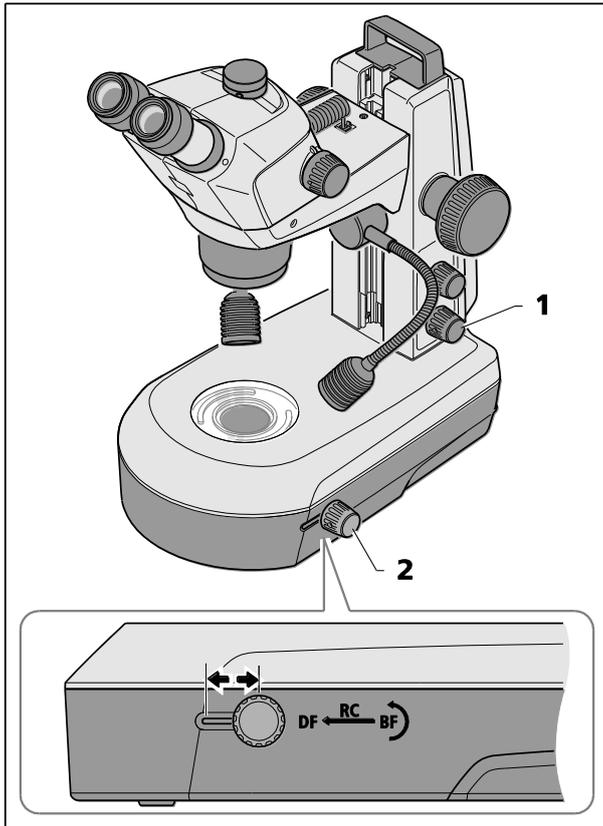

Fig. 26 Unité de lumière transmise dans le statif K LAB
- Allumer la lumière transmise en appuyant sur le bouton du bas (Fig. 26/1).
- Régler le champ lumineux (BF) en poussant le bouton coulissant (Fig. 26/2) en position arrière (BF).
- Tourner le bouton coulissant (Fig. 26/2) pour faire pivoter le miroir clair ou diffus en position ou pour régler l'angle d'inclinaison.
- Changer pour l'éclairage sur fond sombre (DF) en poussant le bouton coulissant (Fig. 26/2) dans sa position avant.
En poussant le bouton coulissant (Fig. 26/2) en position centrale et en inclinant le miroir, des effets de lumière obliques (RC) sont créés, lesquels sont très bien adaptés pour visualiser des échantillons non colorés.